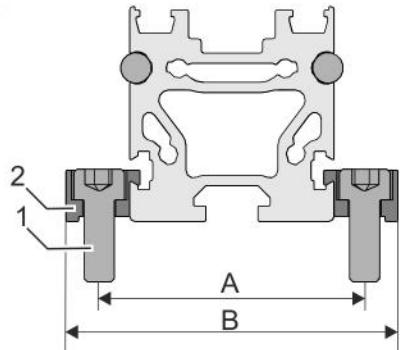

Abb. 14: Klemmleisten befestigen
3. Zwei Schrauben (Abb. 14/1) für jede Klemmleiste (Abb. 14/2) festziehen.